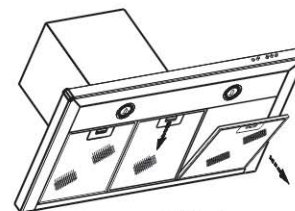

РИС. 4
- перед установкой зонта снимите алюминиевые фильтры, для этого нажмите на пружинный замок на фильтре и потяните его вниз и на себя (рис.4),